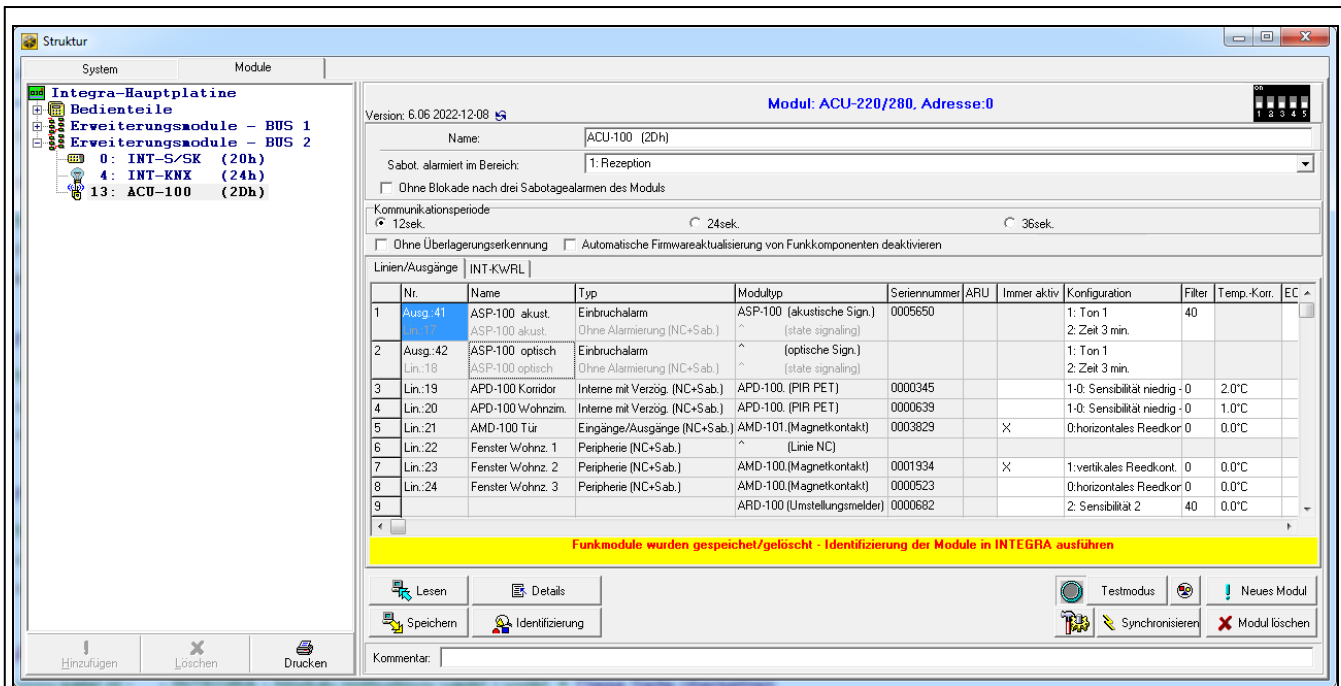

Abb. 23. Programm DLOADX: Informationen, die nach der Registrierung eines neuen Moduls im Funkbasismodul im System INTEGRA angezeigt werden.
- Klicken Sie auf die Schaltfläche „Identifizierung“ (siehe Abb. 23). Erst wenn die Identifizierung der Erweiterungsmodule abgeschlossen ist, werden im Alarmsystem neue drahtlose Linien / Ausgänge verfügbar sein.